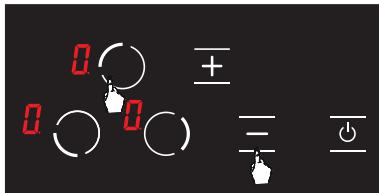

Abbildung 22
2. Berühren Sie die Auswahltaste () für die obere linke Kochplatte und die Minustaste () gleichzeitig, (siehe Abb. 22) Dabei ertönt ein kurzer Signalton. Danach werden die Finger vom Bedienfeld des Herds entfernt.